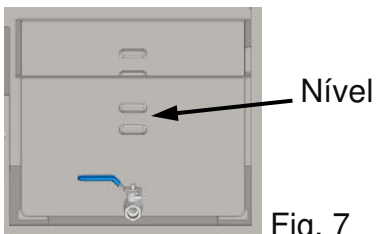

Fig. 7
Com a válvula de drenagem fechada, adicione óleo ou gordura vegetal ao recipiente. Complete até a marca de nível inferior (Fig. 7) no recipiente.
- O painel digital mostrará a mensagem , indicando para verificar o nível de óleo no recipiente (Fig. 7);